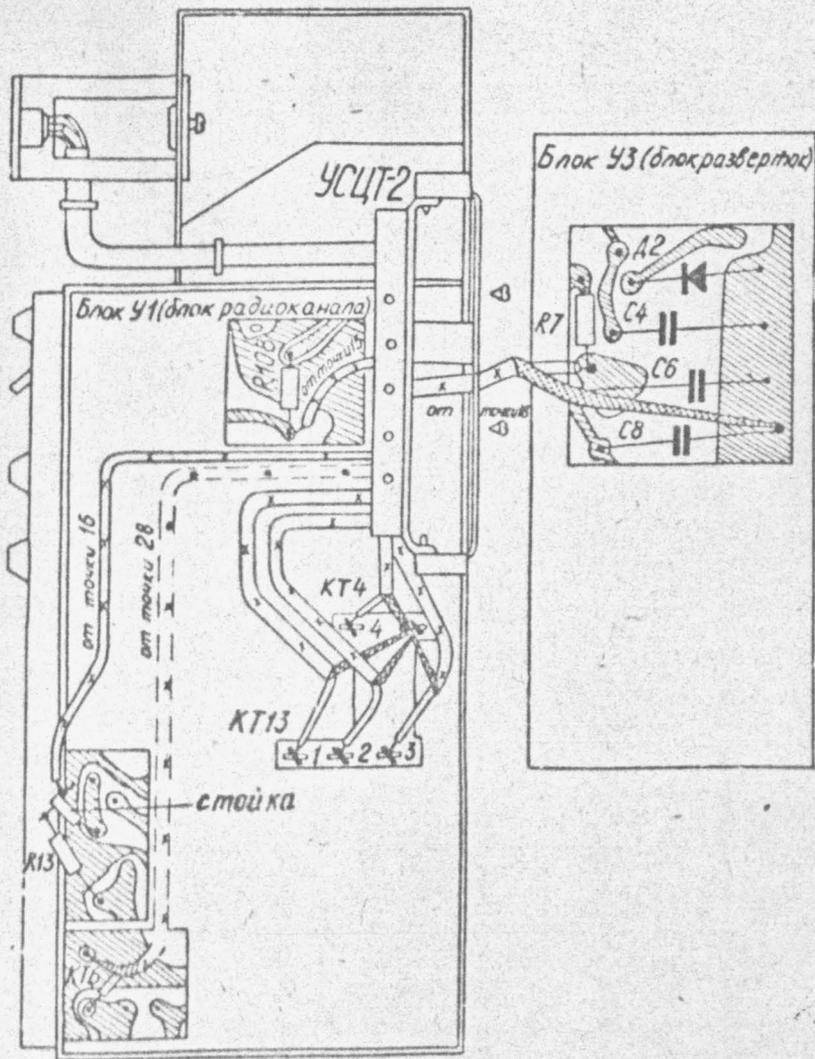

Рис.3. Соединение устройства сопряжения видео-магнитофона-приставки с телевизорами УППЦТ-59-И-1, УППЦТ-59-И
6. Установить и вмонтировать устройство сопряжения в телевизор согласно рис. 3, укрепив его на блоке радиоканала 2 винтами; кронштейн с розеткой «ВИДЕОМАГНИТОФОН» снимается с основного кронштейна устройства и крепится к шасси блока радиоканала со стороны заднего кожуха телевизора. На видном месте блока разверток наклеить прилагаемую в комплект устройства наклейку.